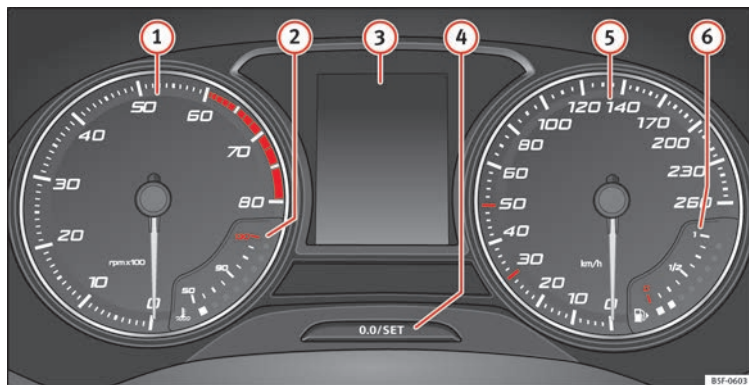

Fig. 110 Cuadro de instrumentos en el tablero de instrumentos.
» **fig. 110:**
El cuentarrevoluciones muestra el régimen de revoluciones del motor por minuto » **fig. 110 ①**.
① CUIDADO
La aguja del cuentarrevoluciones ① » **fig. 110** sólo deberá alcanzar la zona roja durante un breve período de tiempo, de lo contrario corre el peligro de sufrir daños en el motor.
Al conectar el encendido, en la pantalla del cuadro de instrumentos » **fig. 110 ③** puede visualizarse información diversa, en función del equipamiento del vehículo:
- Pulse brevemente el botón **» fig. 110 ④** para restablecer el cuentakilómetros parcial a 0.
- Mantenga pulsado el botón **④** durante unos 3 segundos y se visualizará el valor anterior.
- Para ajustar la hora, mantenga pulsado el botón **» fig. 110 ④** durante más de 3 segundos para seleccionar el indicador de horas o bien de minutos.
- Para proseguir el ajuste, pulse la parte superior o inferior del botón **④**. Para que los números se sucedan con rapidez, mantenga la tecla pulsada.
- Pulse nuevamente el botón **④** para finalizar el ajuste de la hora.
Mantenga pulsado el botón **» fig. 110 ④** durante más de 15 segundos para visualizar las letras distintivas del motor (MKB) del vehículo. Para ello, el encendido debe estar conectado y el motor apagado.
El indicador para la temperatura del líquido refrigerante **②** » **fig. 110** funciona sólo con el encendido conectado. Para evitar averías en el motor, tenga en cuenta las siguientes observaciones sobre los márgenes de temperatura.